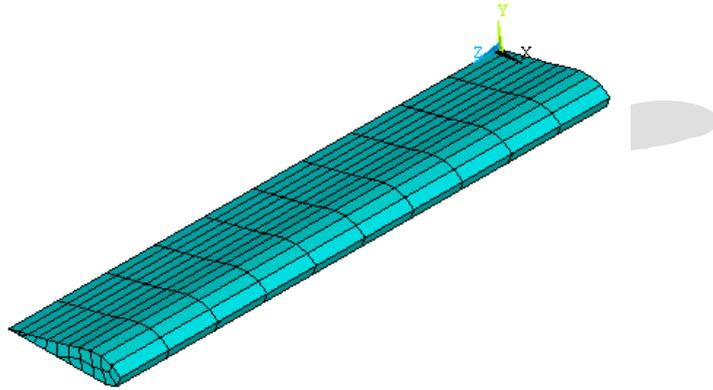

图10.18 机翼三维网格模型
(14) 在【Offsets for extrusion】文本框中输入【0】、【0】和【10】，表示沿 Z 轴方向延伸 10 个单位，单击【OK】按钮可完成网格划分操作。单击右侧工具栏中的  和  按钮，切换到三维视角，如图 10.18 所示。